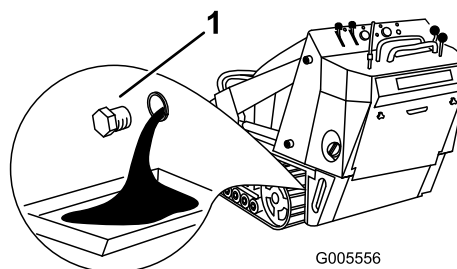

Figure 32
4. Enlevez le bouchon de vidange (Figure 32).